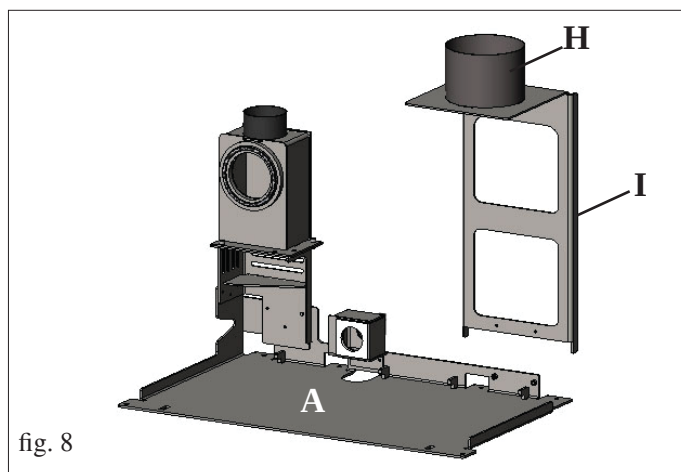
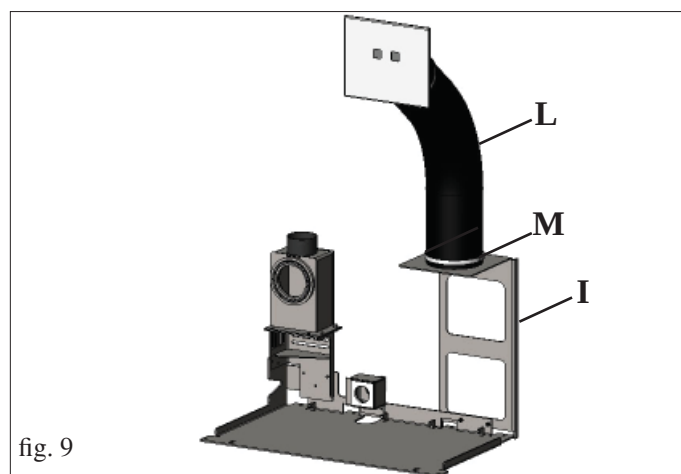

fig. 8
fig. 9
- Installer sur la plaque de base (A) la bride de centrage du tuyau de chargement granulés (I - fig. 8).
- Faire glisser le tuyau de chargement granulés (L - fig. 9) dans le collier de la bride (H - fig. 8) et le fixer avec le collier fourni (M - fig. 8).